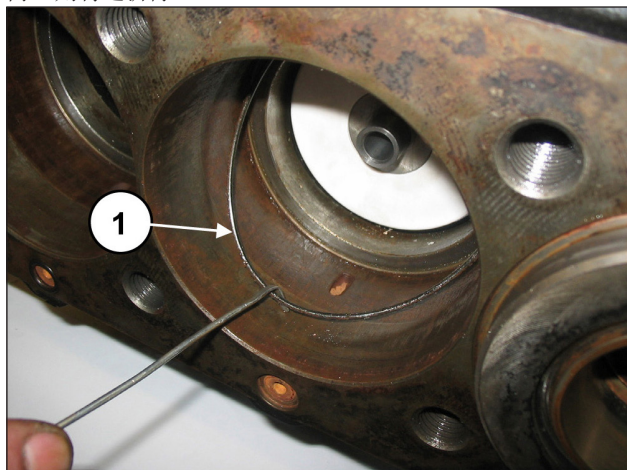
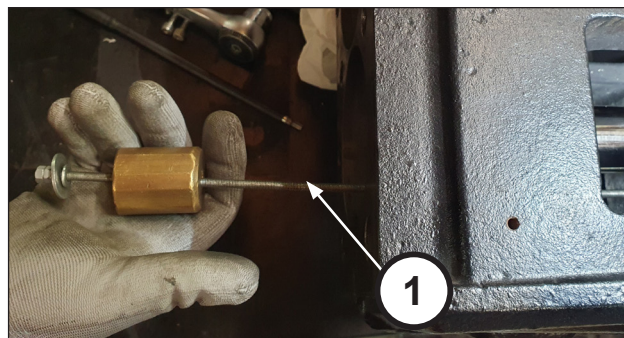

图 136
图 139
如果密封圈底座底部的O形圈留在泵壳（位置 ①，图 136）内，则将其拆除。
将活塞导承置于下死点，将 M6 拔出器拧入盖上相应的孔中（位置 ①，图 136）并从泵组件上拆下油封盖（位置 ①，图139的专用工具）。